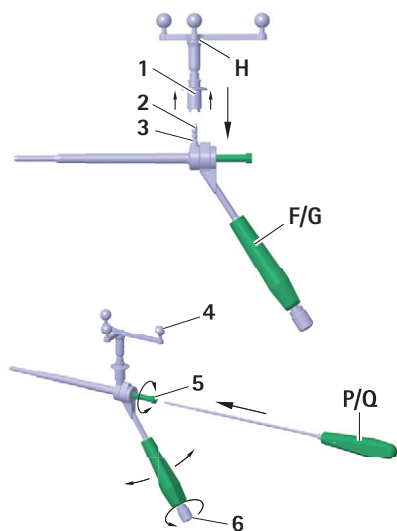

Fig. 2 Montaggio dell'unità a stella Aesculap nel calibro di foratura S⁴C FW664R/FW665R
- Per verificare che la videocamera abbia il campo libero sui marker a sfera riflettenti, allentare il pomello **6** sull'impugnatura S⁴C del calibro di foratura S⁴C **F/G** e ruotare l'unità a stella Aesculap **H** nella posizione desiderata, vedere Fig. 2.
- Per verificare che la videocamera abbia il campo libero sulle sfere di marker riflettenti, allentare il pomello **6** sull'impugnatura del calibro di foratura S⁴C **F/G** e ruotare l'unità a stella Aesculap **H** nella posizione desiderata, vedere Fig. 2.